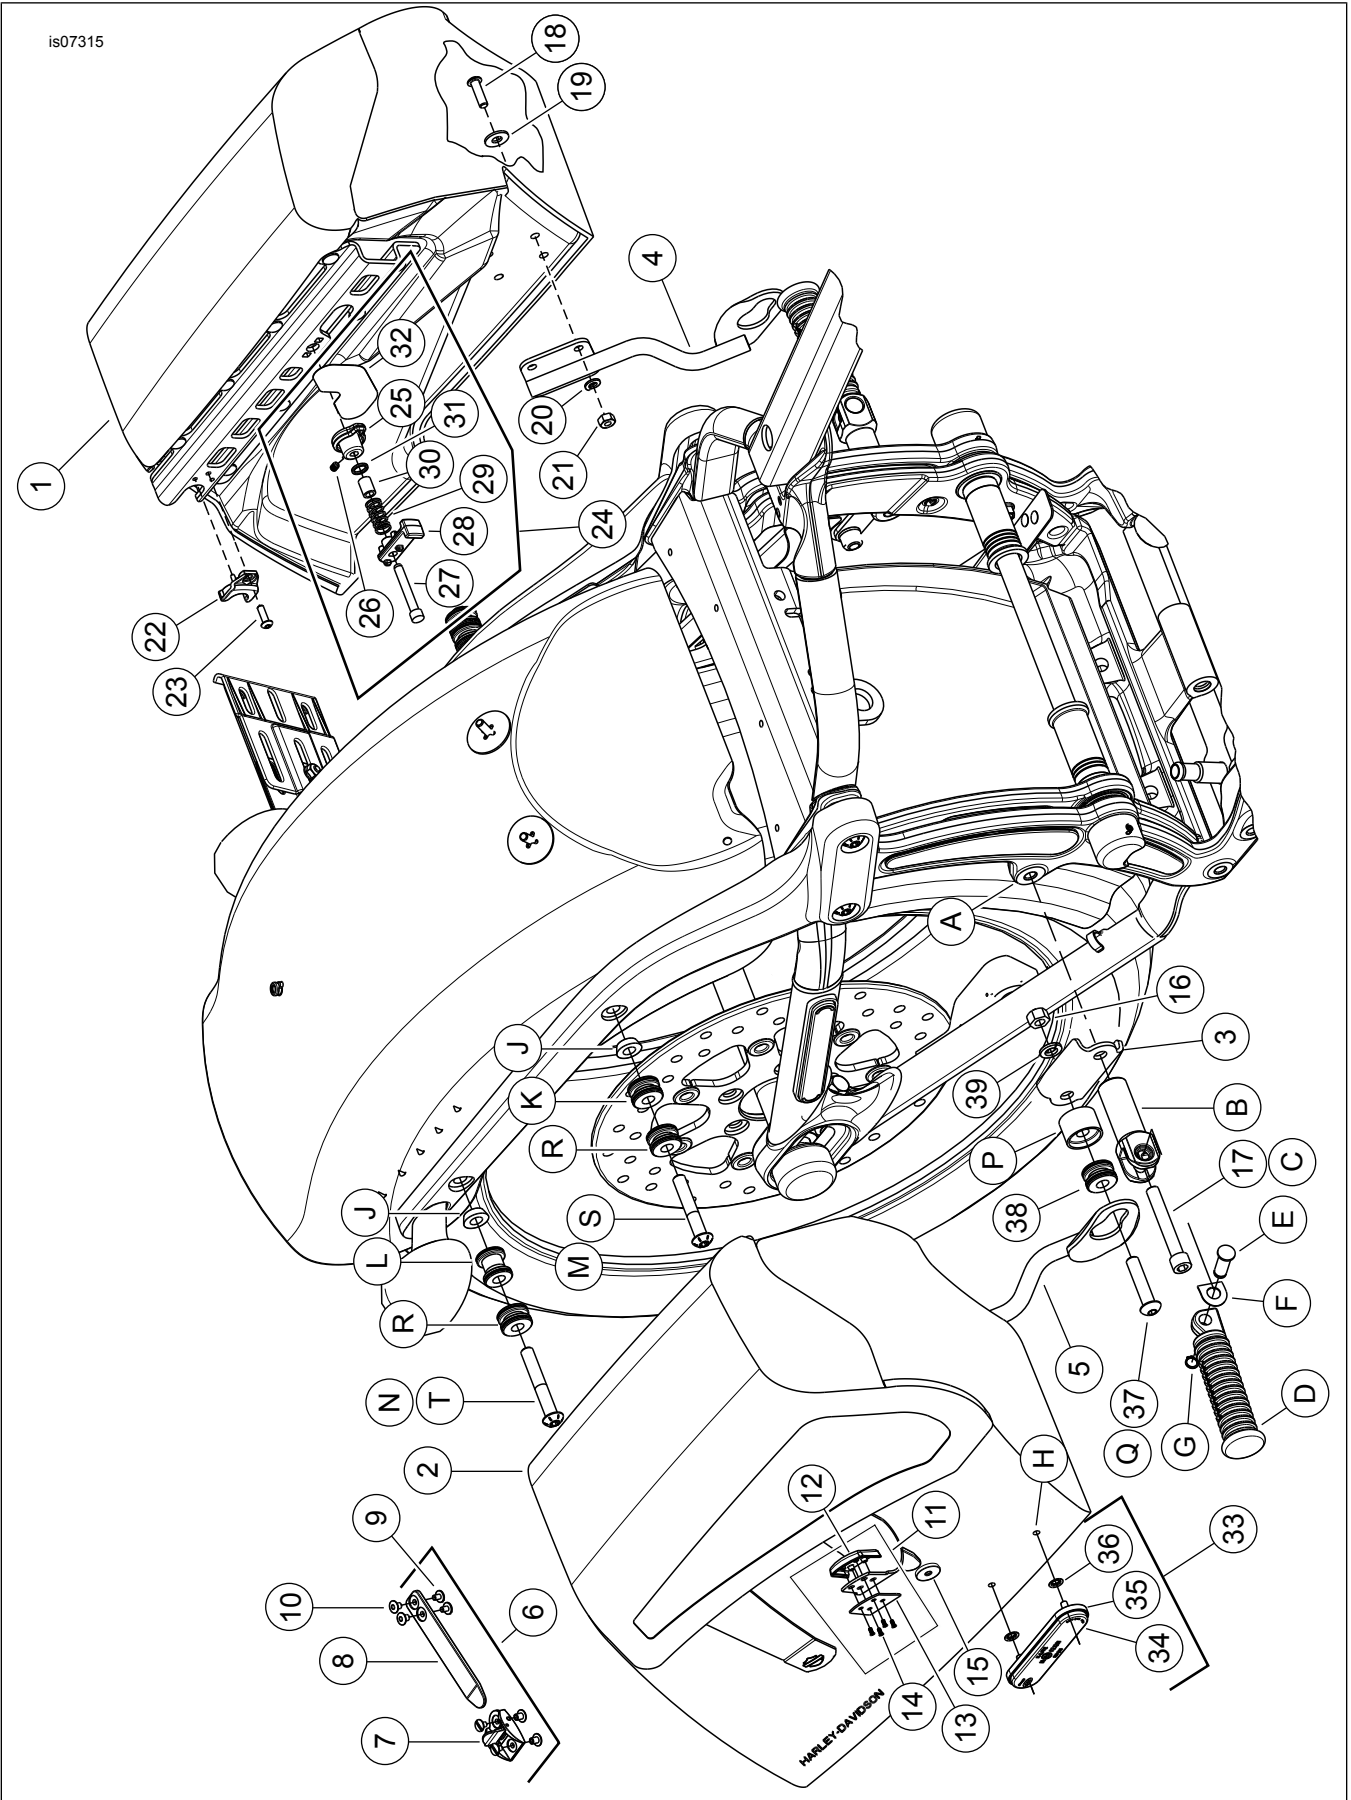

Figura 2. Peças de reposição: Alforjes removíveis FXSB/SE
2. Veja Figura 2. Alinhe o braço do suporte (4) com os quatro furos de montagem do alforje esquerdo (1).
3. Fixe o braço do suporte (4) no alforje (1).
- a. Insira o parafuso (18) através da arruela (19) do braço do suporte (4) de dentro do alforje esquerdo (1).
- b. Fixe o parafuso com a arruela de pressão (20) e a porca hexagonal (21). Aperte com os dedos. Não aperte totalmente por enquanto.
4. Repita o procedimento para o alforje direito (2) e o braço do suporte (5).
1. Veja Figura 2. Posicione o suporte do refletor (35) próximo à parte inferior dianteira ou traseira do alforje logo acima do logotipo Harley-Davidson®.
3. Limpe a superfície do suporte do refletor (35) onde o refletor será instalado com água e sabão ou uma mistura de 50% a 70% de álcool isopropílico e 30% a 50% de água destilada. Deixe secar completamente.
4. Remova a película da parte traseira da fita adesiva do refletor (34). Posicione cuidadosamente o refletor no suporte do refletor e aperte-o firmemente no local. Mantenha o refletor na posição com uma pressão firme por pelo menos um minuto.
6. Instale o suporte do refletor (35) no alforje usando duas porcas de pressão (36). As porcas de pressão são instaladas a partir da parte de dentro do alforje.
1. Veja Figura 2. Insira os pinos do espaçador do suporte traseiro (22) na traseira do suporte do alforje.
2. Aplique uma pequena quantidade de Loctite 243 - azul nas roscas dos parafusos (23) a aproximadamente 3–6 mm (1/8–1/4 in) da cabeça do parafuso.
2. Veja Figura 2. Puxe o botão (25) (localizado na parte traseira central, dentro do alforje) e gire-o em direção à parte dianteira do alforje .
- Aperte os parafusos do 3.º ponto (Figura 2, item 18) com torque de 6,8–10,2 N·m (60–90 in-lbs).
- Aperte os parafusos do suporte do pedal (Figura 2, item 17) com torque de 33,9–40,7 N·m (25–30 ft-lbs).